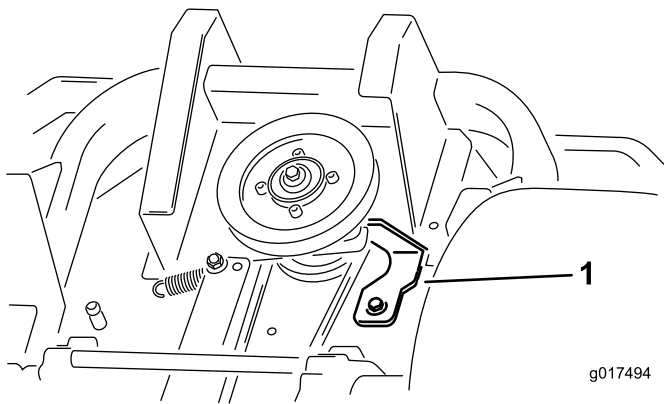

Figura 63
5. Retire el tope del embrague ilustrado en Figura 63.
9. Instale el tope del embrague ilustrado en Figura 63.